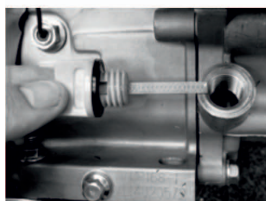

Рис. 18
2. Выкрутите пробку маслозаливной горловины (рис. 18)